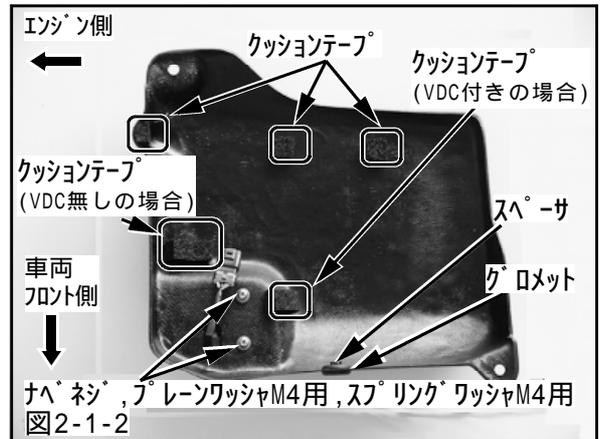
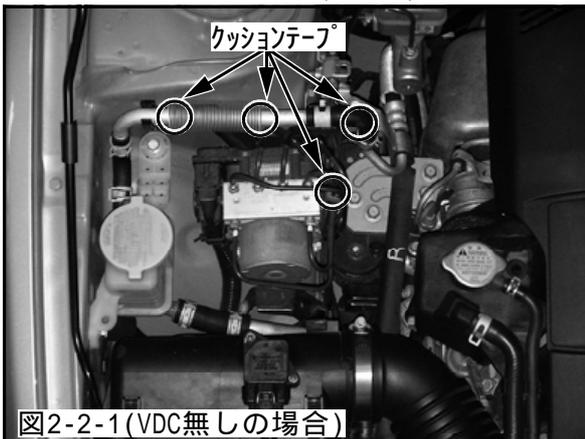
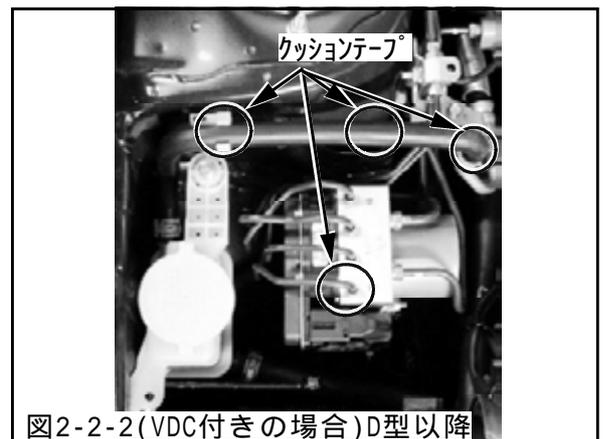

図2-1-2
図2-2-1 (VDC無しの場合)
図2-2-2 (VDC付きの場合) D型以降
(2)EVCバルブマウントに装着されているグロメットに、スペーサを挿入してください。(図2-1-2)
(図2-1-2, 図2-2-1, 図2-2-2,)